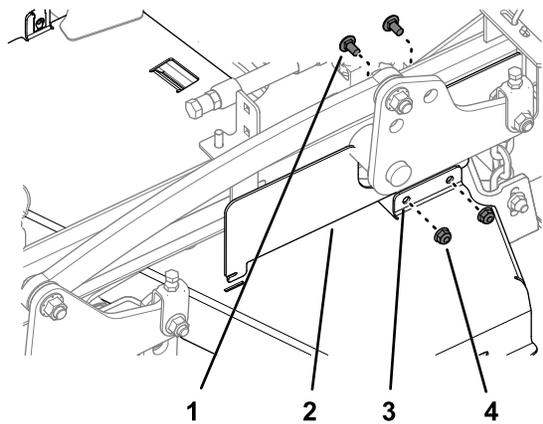

Figure 43
- Fixez le couvercle CE gauche au protège-courroie gauche (Figure 43) à l'aide des 2 boulons de carrosserie et des 2 contre-écrous que vous avez retirés à l'opération Dépose du protège-courroie gauche (page 28).